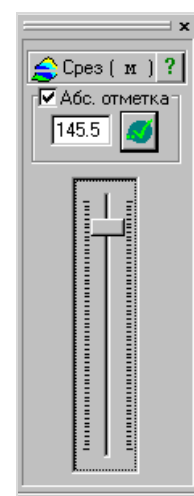

Рис.11.5.1.
- В открывшемся плавающем окне **Срез** (рис.11.5.1) выполните следующие действия: